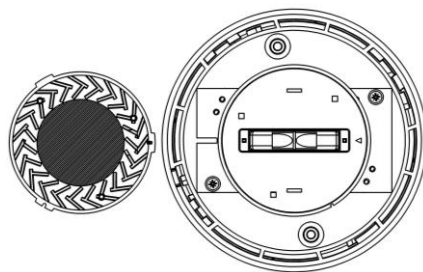

Рисунок 6.1 – Димову камеру сповіщувача у відкритому стані
- 3) зняти захисну сітку разом з кришкою димової камери, відтягнувши її від основи (Рис. 6.1);